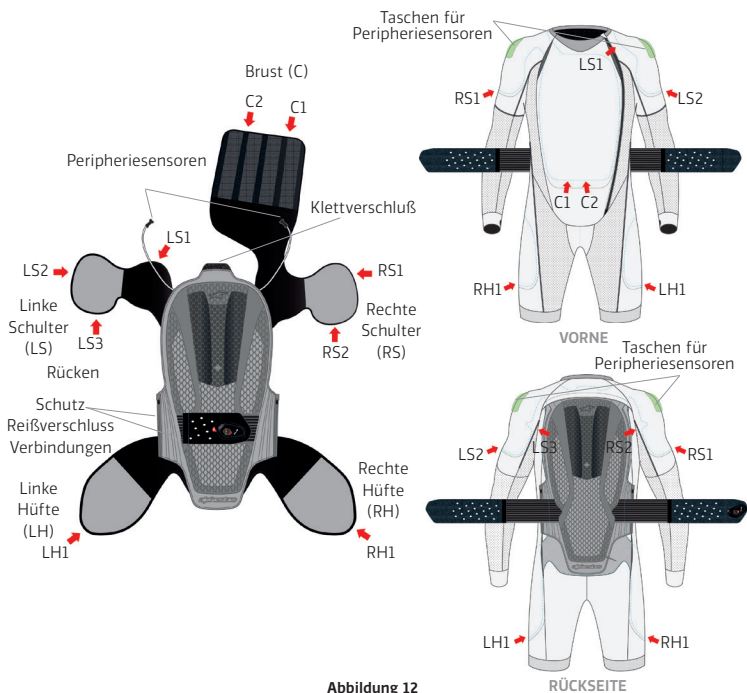

Abbildung 12
Die Basisschicht (1) kann gemäß der Anweisungen auf dem Waschetikett gereinigt werden. Entfernen Sie vor dem Waschen den Rückenprotector (7) und den Airbag (5) von der Basisschicht (1), öffnen Sie die Reißverschlussverbindungen des Rückenprotectors (8) und lösen Sie die Klettverschlüsse am Hals. Entfernen Sie die peripheren Sensoren (11), die sich auf der Rückseite der Schultern befinden, indem Sie die Sensortasche öffnen und die Sensoren aus ihrer Halterung entfernen. Bevor Sie den Airbag (5) aus den Taschen der Basisschicht (1) entfernen, lösen Sie die Befestigungsclips in jeder Tasche wie in Abbildung 12 dargestellt.
Nach der Reinigung der Basisschicht (1) montieren Sie die Airbags (5) wieder korrekt auf die Basisschicht (1), indem Sie den nachstehenden Anweisungen und Abbildung 12 folgen:
1. Befestigen Sie die Klettverschlüsse am oberen Teil der Airbags (5) mit dem entsprechenden Klettverschlüssen der Basisschicht (1).
2. Schließen Sie beide Reißverschlussverbindungen des Rückenprotectors (8).
3. Bringen Sie die peripheren Sensoren (11) wieder auf der Rückseite der Schultern an. Dazu öffnen Sie die Klettverschlüsse der Sensortaschen, platzieren die Sensoren darin und schließen die Klettverschlüsse, wodurch die Sensoren fixiert werden. Hinweis: Die Richtung, in der die Sensoren positioniert werden, ist nicht wichtig. Es ist aber wichtig, dass die rechten und linken Sensoren des Rückenprotectors (7) wieder auf der rechten bzw. linken Schulter platziert werden und nicht umgekehrt.
4. Legen Sie die einzelnen Schutzbereiche der Airbags (5) in die entsprechenden Taschen ein und achten Sie dabei auf die richtige Positionierung des Airbags (5) (vermeiden Sie eine Verdrehen oder Faltenbildung) und auf die Verankerung der Airbags (5) mit allen an der Basisschicht (1) vorhandenen Clips. Insgesamt sind neun Clips vorhanden, die sich wie folgt aufteilen: 3 Clips für den linken Schulterbereich (LS), 2 Clips für den rechten Schulterbereich (RS), 2 Clips für den Brustbereich (C), 1 Clip für den linken Hüftbereich (LH) und 1 Clip für den rechten Hüftbereich (RH).